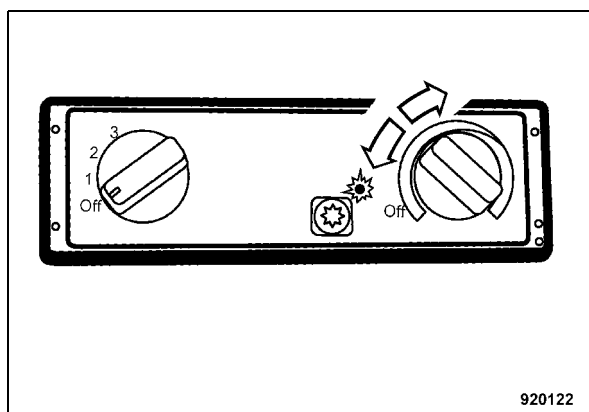

fig. 119
- Sélectionner une température de refroidissement dans la zone bleue à l'interrupteur rotatif du chauffage de la cabine (fig. 119).